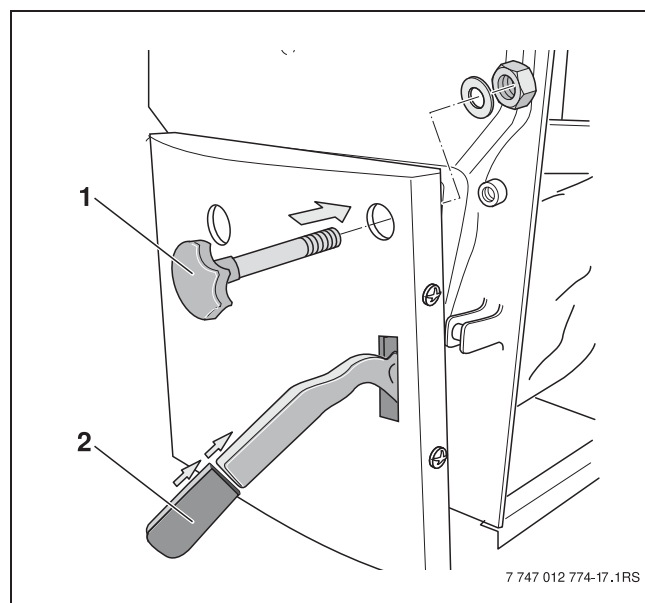

Figura 12 Montarea șurubului de siguranță și a mânerului
- Se utilizează șurubul de siguranță care protejează deschiderea involuntară în timpul funcționării (-> Figura 12, Poz. 1).